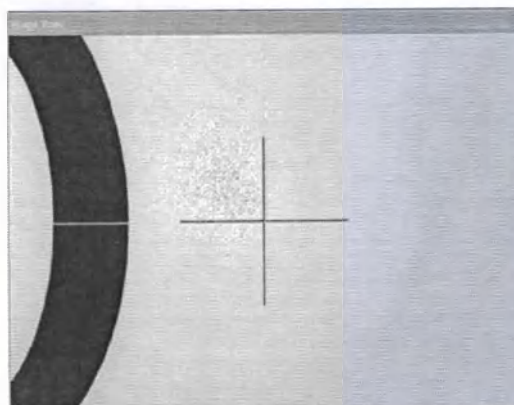

Рис. 2 Прицельная сетка точки С на изображении в интерактивном режиме
- В поле просмотра будет перемещена точка **С** и соответствующая ей прицельная сетка (см. рис. 2), по которой будет выполнена автоматическая фокусировка и центровка.